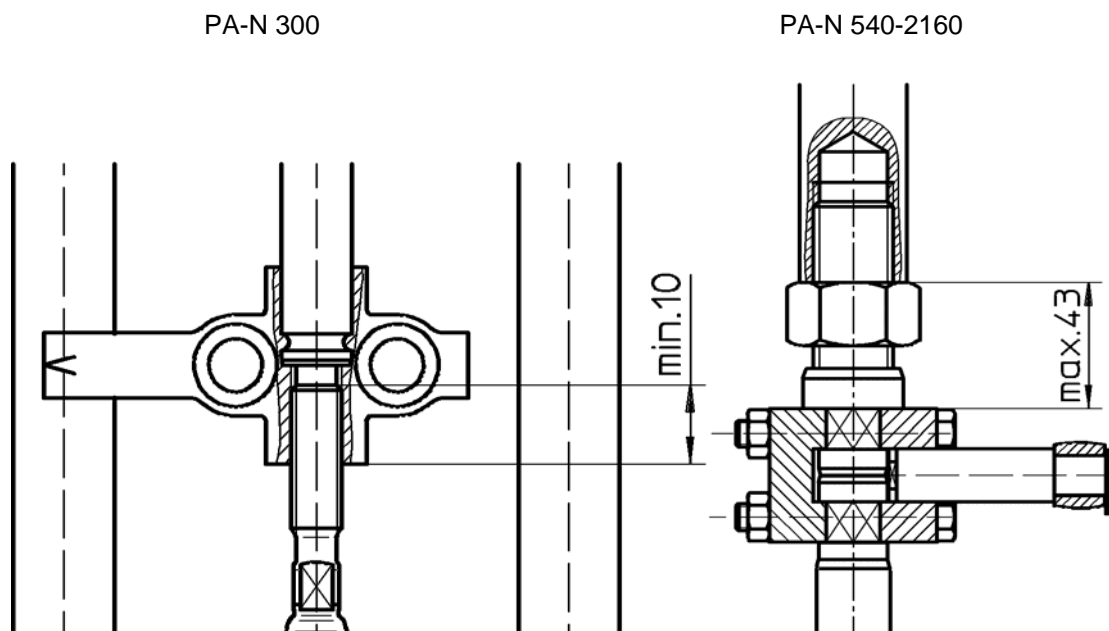

Bild 9: Ventilanbindung
- In der jeweiligen Antriebsstellung Ventil- und Antriebsspindel (4) durch Kupplung (14,15) verbinden, wobei auf ausreichenden Eingriff der Gewindegänge (siehe Bild 9) zu achten ist, sowie darauf, dass bei NO die Hubanzeigemarkierung auf der Kupplung bei geschlossenem Stellglied auf den untersten Strich des Hubanzeigeschildes (41) zeigt.